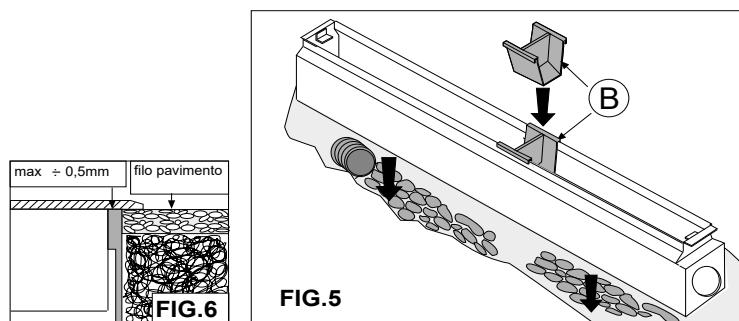

FIG.6
- Fissare la cassaforma avendo cura di non tenerla mai al di sotto del filo del terreno (o della superficie di calpestio) o, se fuori terra, tenerla ad un'altezza non inferiore a 0,5 mm **FIG.6**
- Fix the housing taking care not to put it under the level of the ground or, if our of the ground, not to put it at an height over 0,5 mm. **FIG 6**